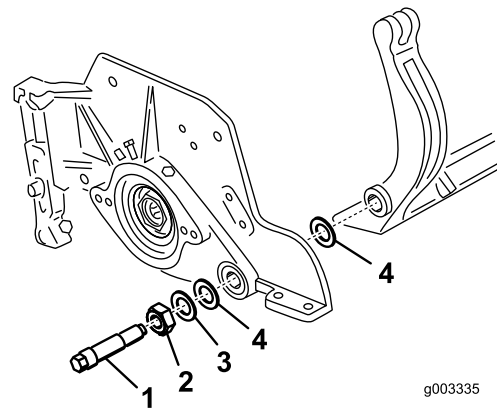

Figura 25
de nylon e anilha de aço prensado de cada uma das extremidades da barra de apoio (Figura 25).
3. Coloque uma anilha de nylon de cada lado da placa lateral. Coloque uma anilha de aço no exterior de cada uma das arruelas de nylon (Figura 25).